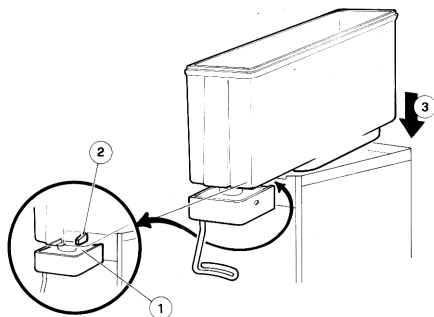

Bild 8
JOLLY 5/2 - 5/3 - 5/4: sicher stellen, daß das obere Ende des Hahnenkörpers (1) unterhalb des von der Abtropffläche hervorragenden Rückhaltzahns (2) liegt (Bild 8).